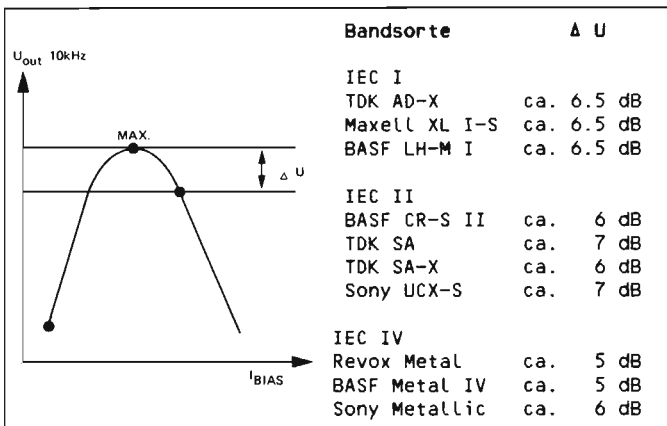

Fig. 5.5
- im Uhrzeigersinn gemäß Fig. 5.5 über das Maximum drehen